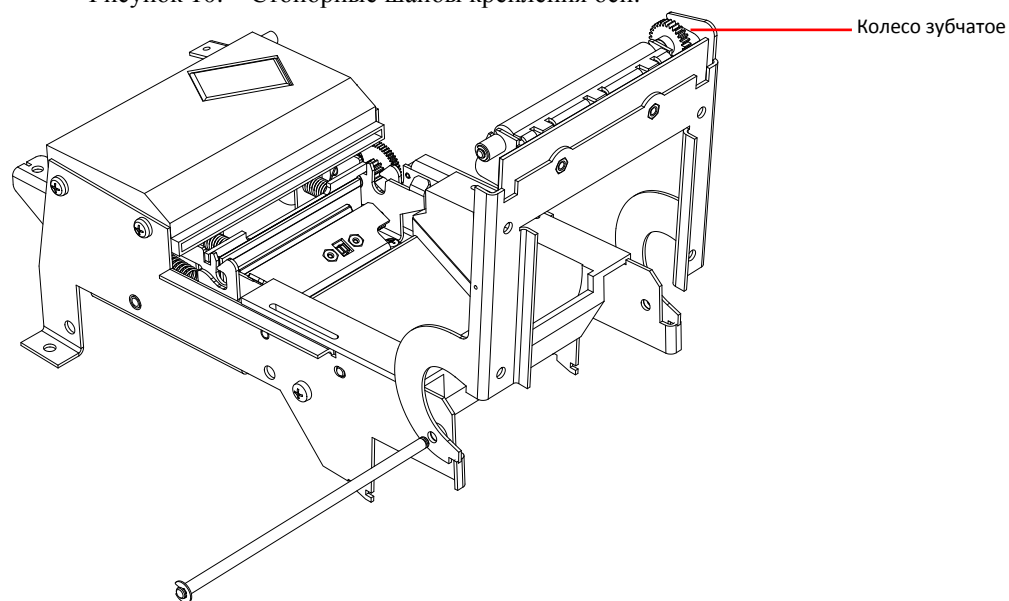

Рисунок 11. – Ось рамки.
2. выньте ось рамки (см. рисунок 11);